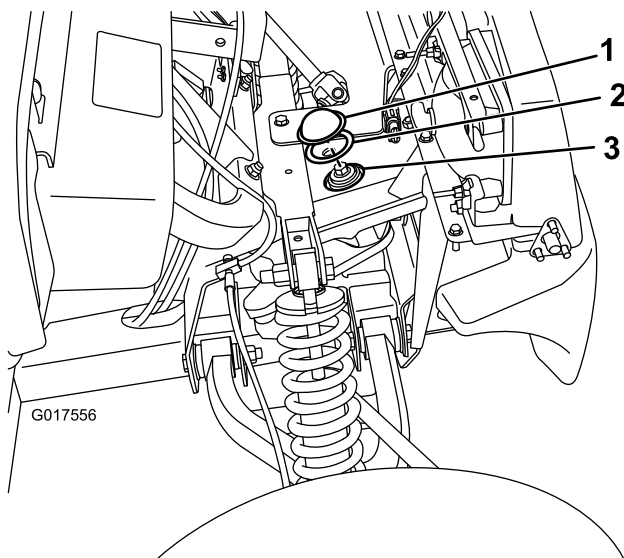

Figure 1
4. Repérez l'ouverture du boîtier de direction (Figure 1).
5. Retirez le doublage adhésif sur l'un des côtés du joint adhésif et collez le joint sur l'embase du dessous du couvercle (Figure 1).
6. Retirez le doublage adhésif sur l'autre côté du joint et collez le couvercle au châssis, comme illustré (Figure 1).